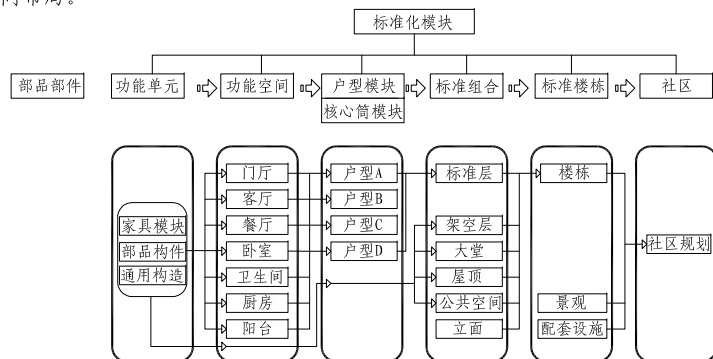

图1 六级标准模块概念图
6.1.1 本图集采用模块化、标准化设计手法，建立了空间单元模块、功能空间模块、户型模块、组合模块、楼栋及整个社区的六级标准模块概念（详见图1），既满足套型的标准化设计，又满足组合的多样性、灵活性和场地适应性。